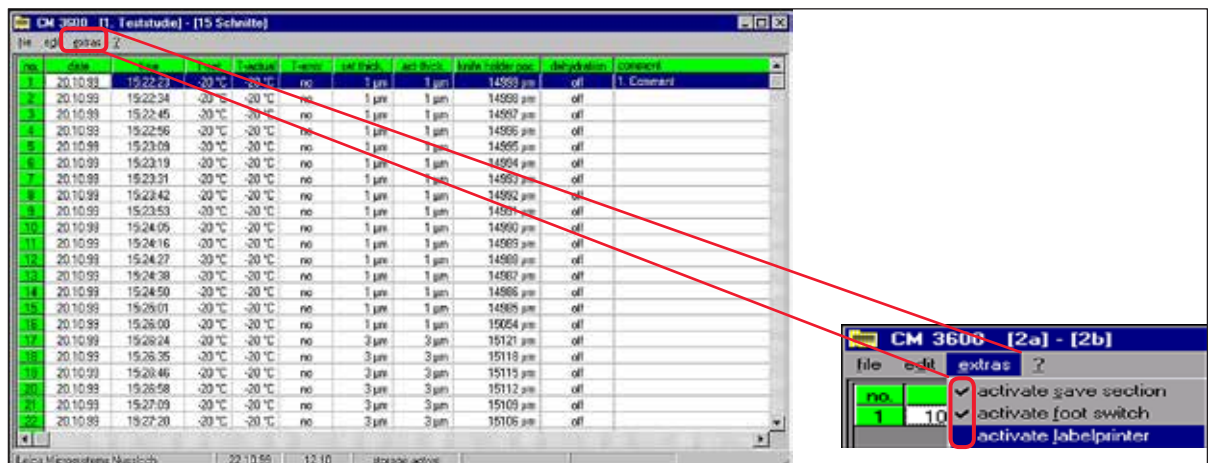

图 86
- 测量位置达到 100,000 μm 后, 立即中断切片记录 (关于禁用 Save (保存) 菜单条目, 请参见 (→ 图 86) 研究中的 Extras (其他)) 并切换刀架。